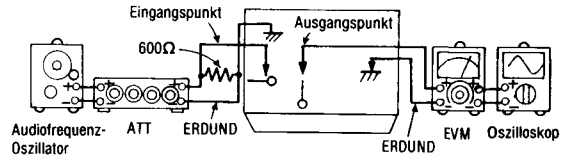

Abb. 6
1. Der Testaufbau ist in Abb. 6 gezeigt, eine kurzschlußbrücke an TP6 legen.
5. Falls sie nicht dem Standard-Wert entspricht, ist der Drehwiderstand 7 (linker Kanal) {Drehwiderstand 8 (rechter Kanal)} zu justieren, und dann sind die Schritte (2), (3) und (4) zu Wiederholen, bis die Ausgangsleistung dem Standard-Wert entspricht.